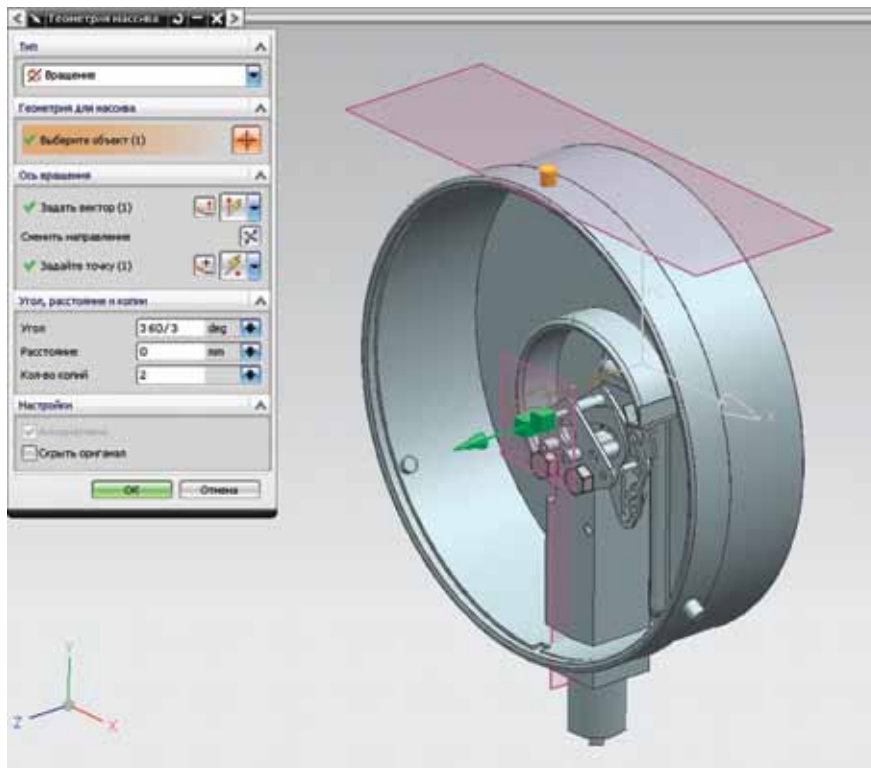

Рисунок 4.22
- Полученный цилиндр размножьте с помощью операции «Геометрия массива» с использованием режима вращения (рис. 4.22).